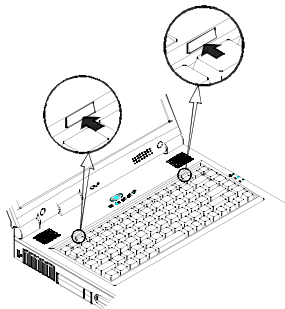

Bild 2-4
3. Entfernen Sie den CPU-Deckel. Verwenden Sie den 8-Pol DIP-Schalter um die Konfiguration zu setzen (Bild 2-4).